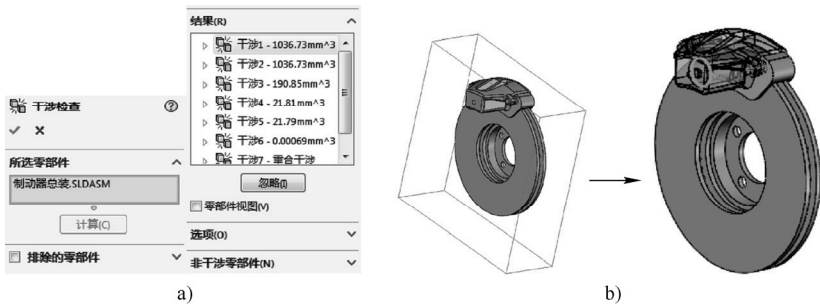

图 6-69 干涉检查操作
STEP 1 打开本书提供的素材文件“制动器总装.sldasm”，单击“装配”工具栏中的“干涉检查”按钮，系统自动选择整个装配体，单击“干涉检查”属性管理器中的“计算”按钮，系统将计算出零件重合的区域，如图 6-69 所示。